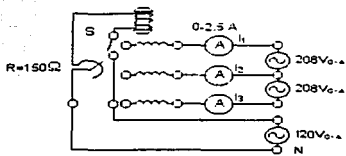

Figura 1
- Conectar el circuito de la figura 1 (Procedimiento de arranque sin interruptor de presión S).